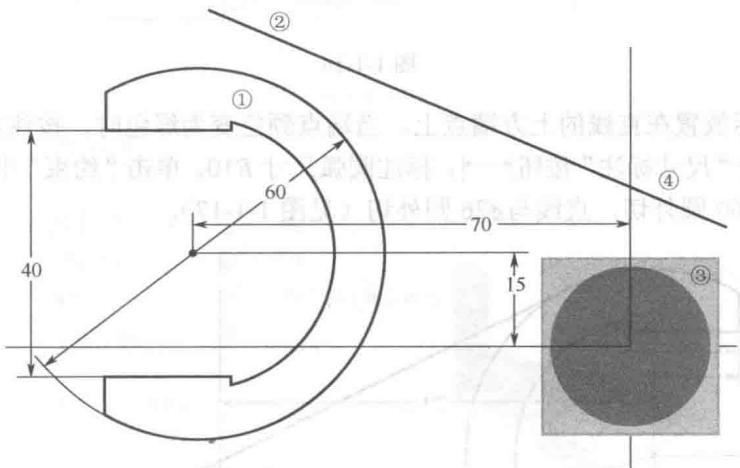

图 1-1-14
单击“直线”按钮 /\! ，在图形上方外侧画任意两点间的倾斜直线。单击“约束”中的相切图标 \circ ，分别单击位置①②和③④，使直线分别与 $\phi 60$ 和 $\phi 26$ 的圆弧外切(见图 1-1-14)。